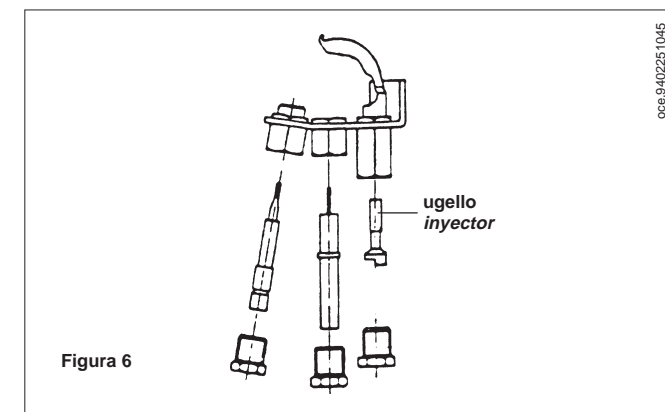

Figura 6
- sostituire l'ugello del bruciatore pilota (figura 6 a pagina 17).
- substituir el inyector del quemador piloto (figura 6 en página 17).